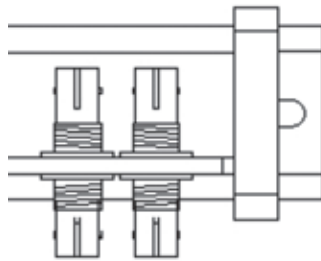

图5 机构CX接口
6.4.2 机构与远方控制器 SHM-K 采用光纤连接，将配套光纤插入光纤接口 CX 连接好即可通过控制器实现远方控制及开关运行状态信息传输，如图 5、6。
在电动操作之前，请仔细阅读本说明书中附图 3、附图 4、附图 5，及 6.4.3 电动操作说明，了解以上所陈述的电器元件的功能、状态说明和使用方法。
附图 5 电气原理图